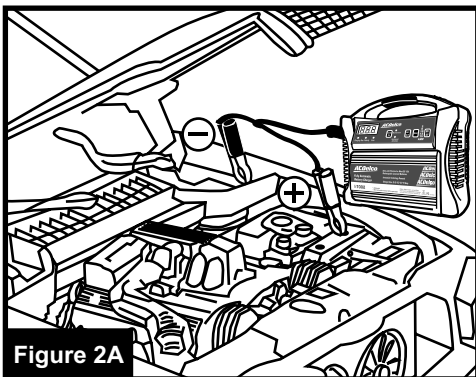

Figure 2A
5. Si la borne négative est à la masse (figure 2A), reliez la pince POSITIVE (ROUGE) du chargeur à la borne POSITIVE (POS, P, +) de la batterie non mise à la terre. Reliez la pince NÉGATIVE (NOIRE) au châssis du véhicule ou au bloc moteur, loin de la batterie. Ne fixez pas la pince au carburateur, à une canalisation d'essence ou à des pièces en tôle de la carrosserie. Fixez la pince à une partie en métal solide de la carrosserie ou au bloc moteur.